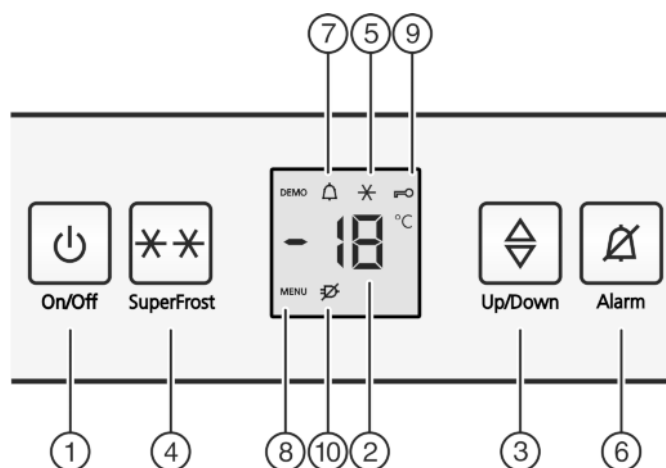

Fig. 2
- ▶ Нажать кнопку On/Off Fig. 2 (1).
- ▷ Устройство включено. Индикатор температуры и символ "Alarm" Fig. 2 (7) мигают, пока температура не станет достаточно низкой.
- ▶ Активация режима настройки: Нажмите кнопку SuperFrost Fig. 2 (4) и удерживайте ее прим. 5 секунд.
- ▷ На индикаторе будет отображаться символ «Меню» Fig. 2 (8).
- ▶ Для подтверждения нажать и отпустить кнопку «SuperFrost» Fig. 2 (4).
- ▷ На индикаторе горит символ «Защита от детей» Fig. 2 (9).
- ▶ нажмите и отпустите кнопку "On/Off" Fig. 2 (1).
- ▷ Символ «Защита от детей» Fig. 2 (9) гаснет.
- ▶ Нажмите кнопку Alarm Fig. 2 (6).
Одновременно мигает индикация температуры и символ тревоги Fig. 2 (7).
Звуковой сигнал выключается автоматически, символ аварийного сигнала Fig. 2 (7) выключается и индикатор температуры перестает мигать, если температура снова становится достаточно низкой.